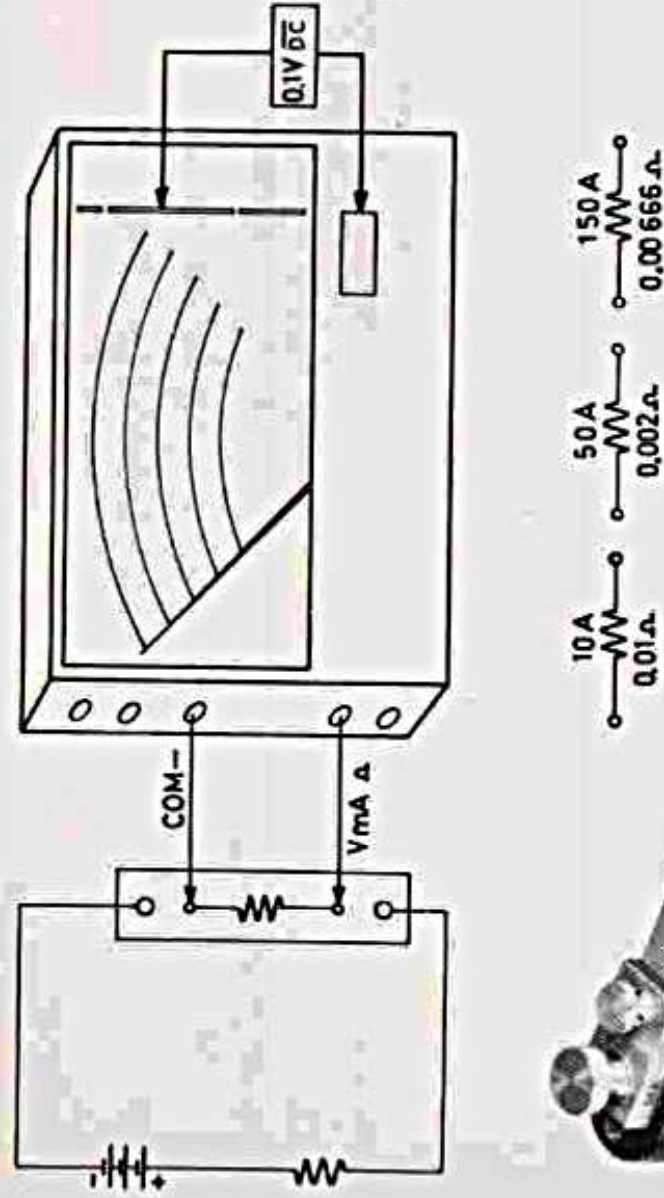

Fig. 13
- Effectuer le branchement conformément à la figure 13, en respectant la polarité indiquée.